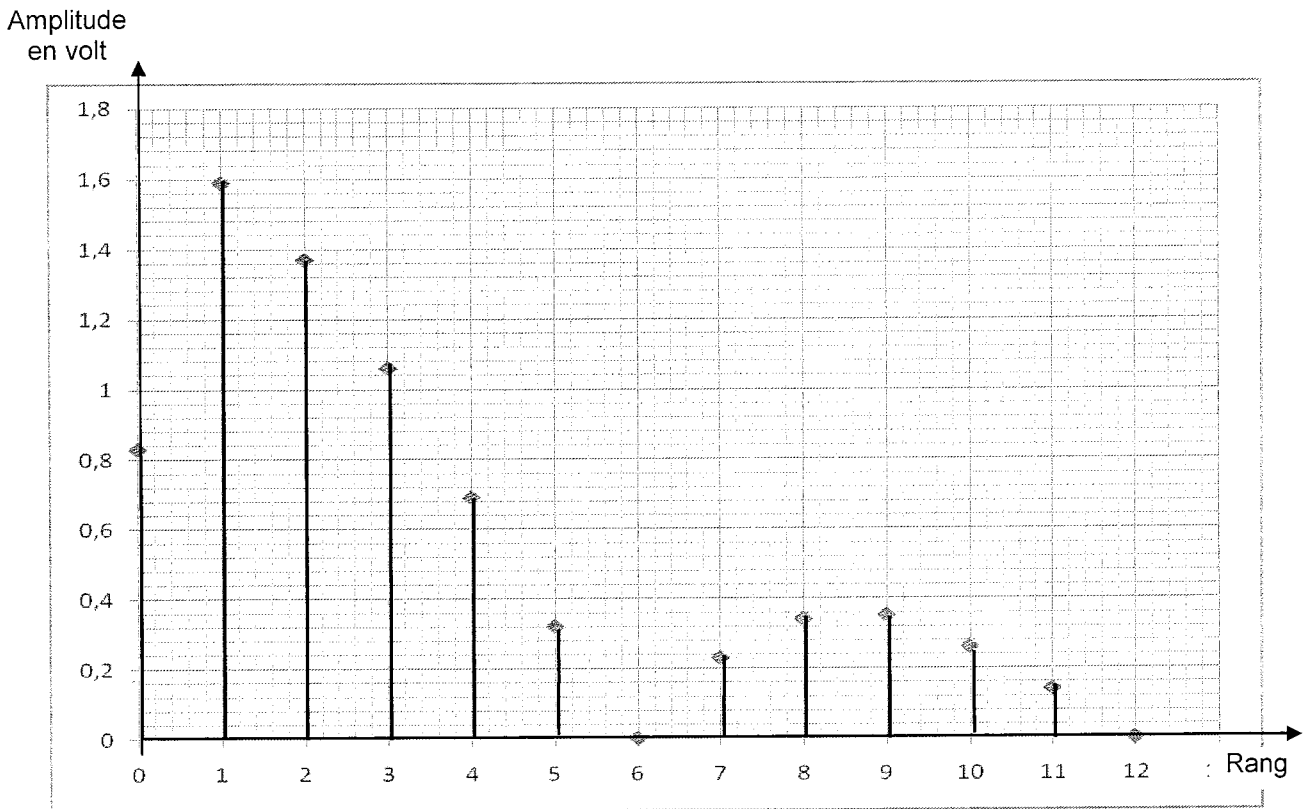

Figure 9
Pour cette vitesse on relève $\tau = T/6$ et $T = 5,0 \text{ ms}$. On donne alors le spectre d'amplitude du signal en **figure 9** de l'**annexe 2**.
C.1.1. Calculer la valeur moyenne $\langle s(t) \rangle$ de $s(t)$? Indiquer comment vérifier cette valeur sur le spectre de la **figure 9**.